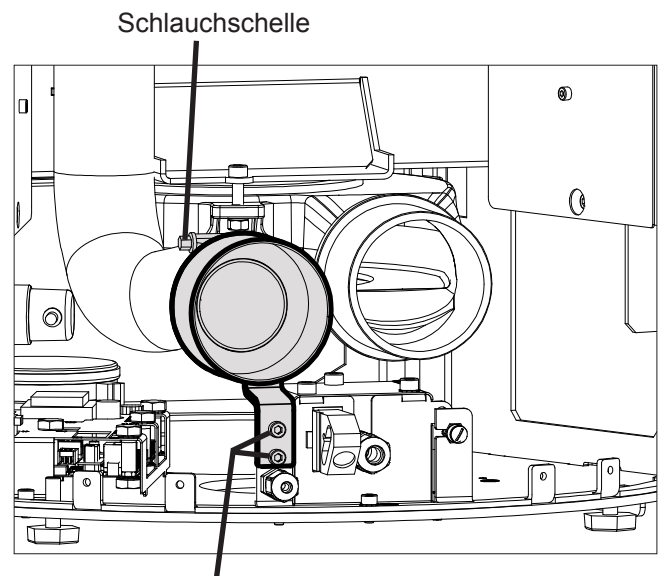

Fig.3 Schlauchschelle Schrauben Verbrennungsluftstutzen
- Schlauchschelle an der Verbrennungsluftleitung lösen und Verbrennungsluftstutzen entfernen (Fig.3).